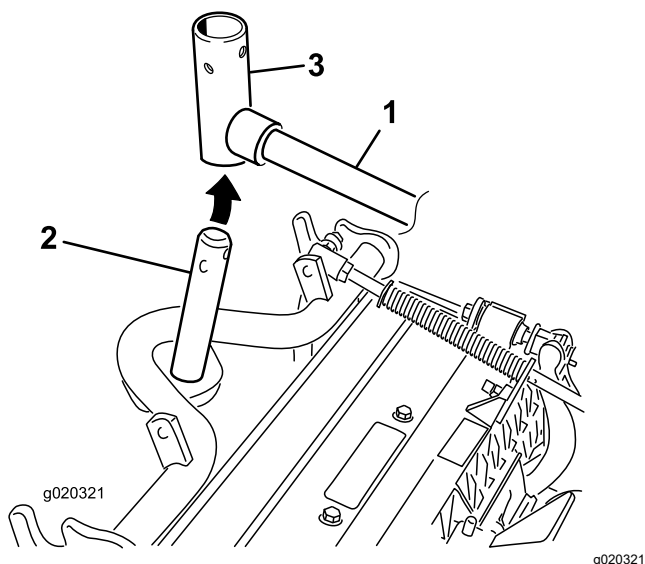

Figura 10
3. En el caso de las unidades de corte delanteras, deslice una unidad de corte debajo del brazo de elevación mientras coloca el eje del bastidor de tiro en la horquilla de pivote del brazo de elevación (Figura 10).
2. Introduzca la horquilla del brazo de elevación en el eje del bastidor de tiro (Figura 10).